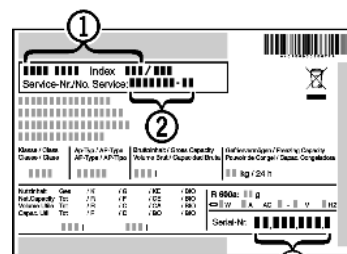

Fig. 79
- ▶ Leggere la denominazione dell'apparecchio Fig. 79 (1), il numero di assistenza Fig. 79 (2) e il numero di serie Fig. 79 (3) dalla targhetta identificativa. La targhetta identificativa è situata all'interno dell'apparecchio, sul lato sinistro